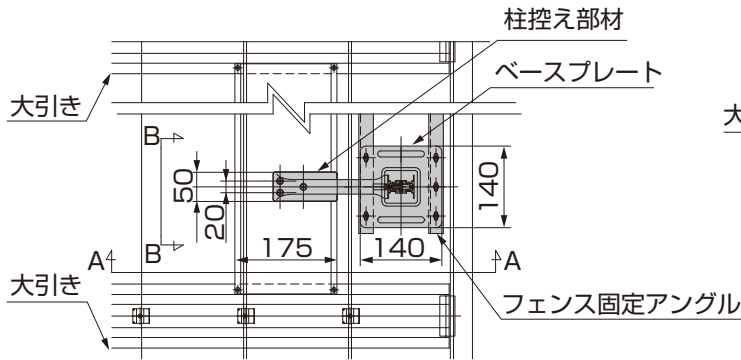
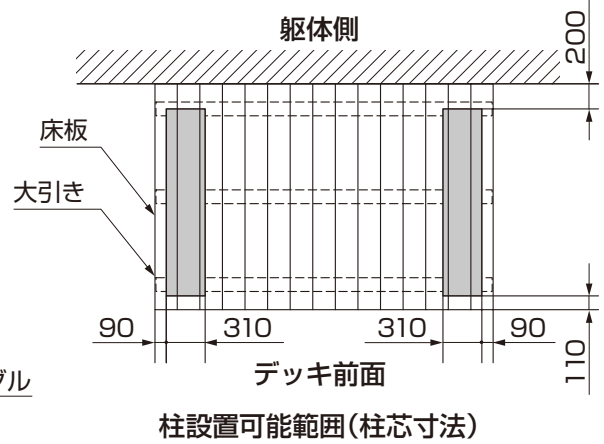

図3-12
図3-13
- デッキに図3-12、図3-13、図3-14、図3-15を参照して取付けてください。